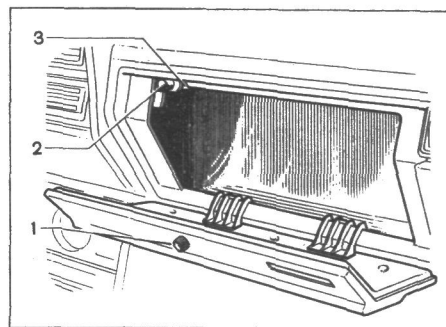

Рис. 7. Вещевой ящик: 1 — ручка; 2 — выключатель; 3 — лампа
**Вещевой ящик.** Чтобы его открыть, поверните ручку 1 (рис. 7) замка по часовой стрелке. Если ключ зажигания находится в положении I или III, внутренняя часть ящика освещается лампой 3. При закрытии крышки лампа гаснет вследствие размыкания контактов выключателя 2.